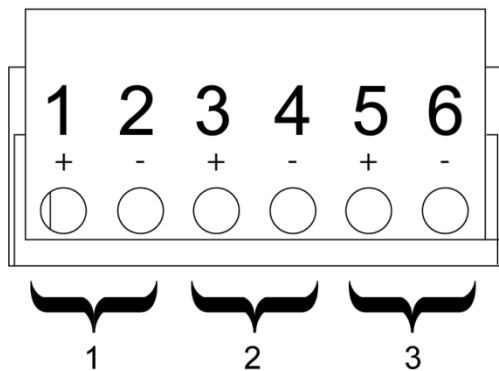

Рис. 21. Назначение входных сигнальных соединительных клемм
5. Подключите сигнальный входной интерфейсный кабель как указано в табл. Таблица 8 и Рис. 21.